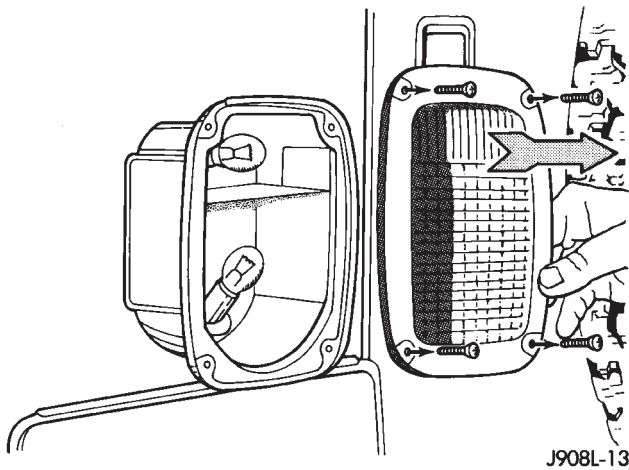

Abb. 2 Streuscheibe ausbauen
- (1) Die Schrauben lösen, mit denen die Streuscheibe der hinteren Leuchteinheit befestigt ist (Abb. 2).
- (2) Streuscheibe vom Gehäuse der Leuchteinheit abnehmen.
- (3) Glühlampe nach innen drücken und gegen den Uhrzeigersinn drehen.
- (4) Glühlampe aus der Fassung ziehen.